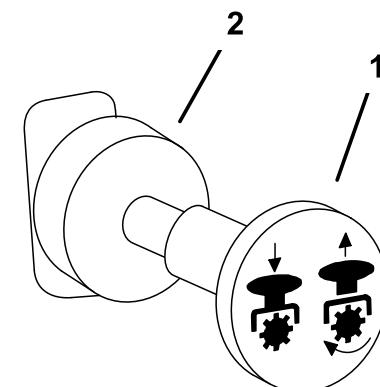

Figura 15
4. Innestate il comando della presa di forza estraendolo (Figura 15).
Per disinserire la PDF spingete il relativo comando in posizione OFF (Figura 15).